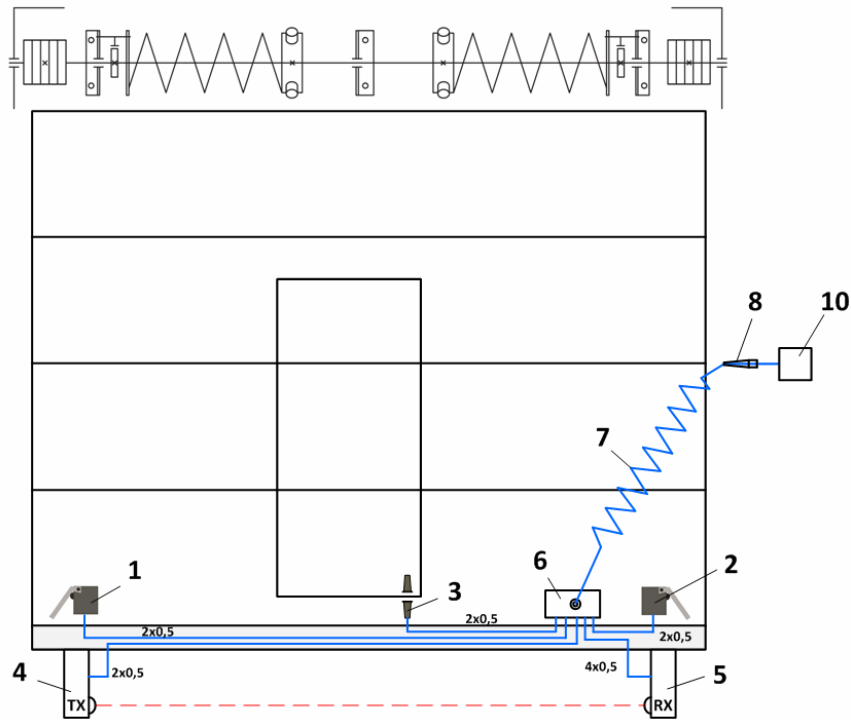

Рисунок 2 – Схема ворот с NO TOUCH 1 и датчиками безопасности
- Определите слева или справа расположена или будет расположена система управления (блок управления) электроприводом. Монтаж коробки распределительной, спирального кабеля и приемника (RX) NO TOUCH 1 выполнять на полотне ворот со стороны расположения системы управления электропривода (электропривода).
- Определите конкретное место установки на полотне ворот каждого компонента (Рисунок 2 или 3). Подведите к месту установки электрические кабели. Для прокладки воспользуйтесь нишами в элементах конструкции ворот (например, в плоском пороге полотна ворот). При укладке кабелей не допускаются острые кромки, сильные изгибы (заломы) кабелей и обеспечивается фиксация кабелей (например, с помощью нейлоновых стяжек, кабельных вводов).